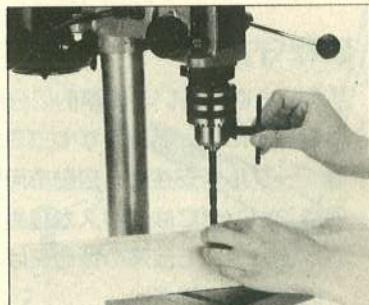

図13
- ④内側のナット(C)をレンチでしめます。しめすぎるとシャフトのケースの動きが制限されるので、しめすぎないように注意して下さい。
- ⑤ストップナットを一番上の位置まで動かし、ハンドルを回して張力をチェックします。もし、十分な張力がスプリングになかつたら、②から④の作業をくり返します。
- ⑥シャフトケースがスムーズであり、かつ動きに制限がないかをチェックして下さい。もし、動きがきつすぎるようでしたら、制限されなくなるまで少しおねだりをゆるめて下さい。
- ①ドリルを約1" (25.4mm)ほどチャック(口部)にさし込みます。小さなドリル使用時には口部がドリルの軸にさわるまでさし込まないで下さい。鍵でチャックをしめる前に、ドリルがチャックのまん中にあるのを確かめて下さい。図13参照